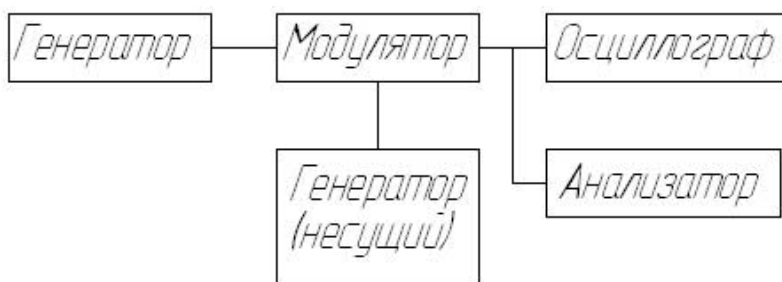

Рис.3. Схема измерений
3.2. Собрать схему измерений (рис. 3)